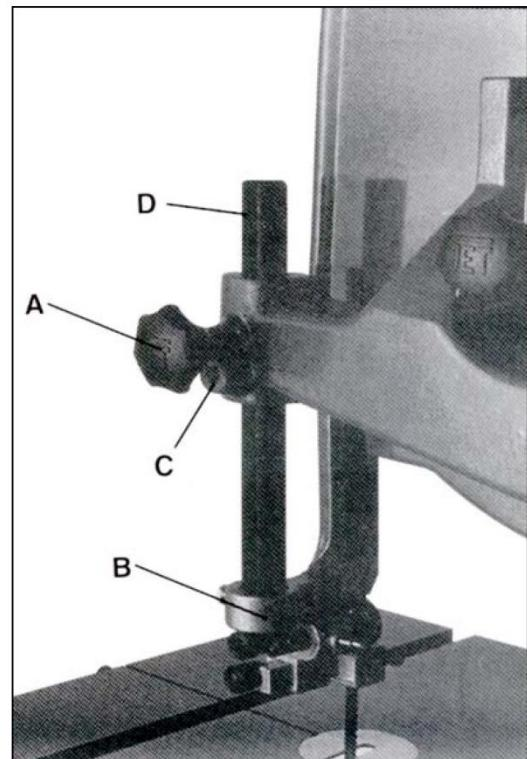

Рис. 2
11. Ослабьте два болта, крепящие металлическую защиту пильного полотна к верхнему кронштейну (В, Рис. 2) и снимите защиту.
12. Снимите верхний кронштейн защиты пильного полотна (В, Рис. 2) с направляющей стойки (D, Рис. 2).
13. Ослабьте фиксирующую рукоятку направляющей стойки (A, Рис. 2). Ослабьте, но не выкручивайте до конца винт фиксатора (C, Рис. 2), чтобы ослабить давление фиксатора на направляющую стойку.
14. Затяните винт фиксатора (C, Рис.2).